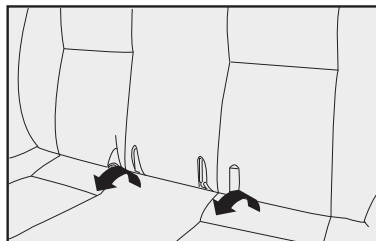

fig. 128
2) Inclíne el asiento tirando de él hacia delante **flechas-fig. 128**.